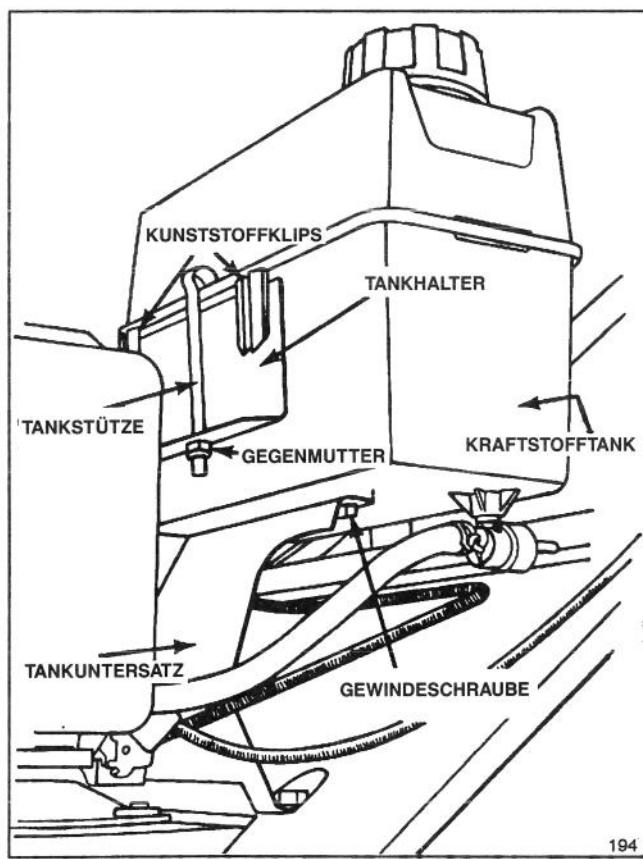

Abbildung 6
2. Die Kunststoffklips auf der Hinterseite des Kraftstofftanks in die Kraftstofftankstütze einklinken (Abb. 6).
3. Kraftstofftank mittels (2) Schrauben auf dem Tankuntersatz befestigen (Abb. 6). Schrauben nicht zu fest anziehen.
4. Tankhalter am Kraftstofftank einhaken und das Ende des Halters in das Loch in der Kraftstofftankstütze einführen. Halter mittels Sicherungsmutter (Abb. 6) an der Kraftstofftankstütze befestigen. Nicht zu fest anziehen.